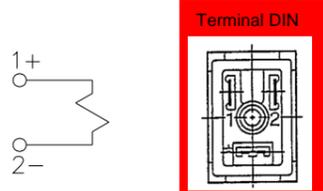

Figura 5
- Conecte la alimentación, tal como se muestra en **Figura 5**.